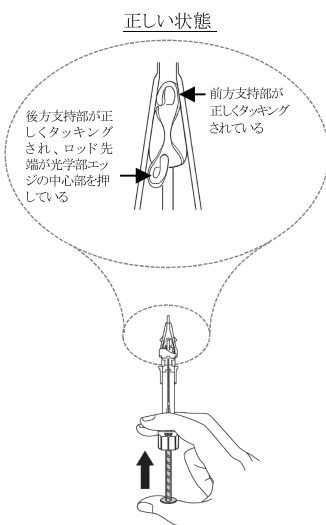

図6 プランジャーを押し進め、支持部の位置・形状を確認
- ⑥ 支持部が図6にて示す状態となるまで、プランジャーをゆっくり（約 5 秒をかけて）一定の速度で前進させる。